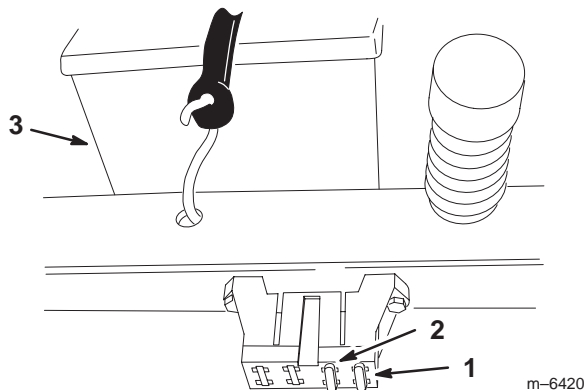

Bild 49
1. Heben Sie den Sitz an, um die Sicherungshalter zugänglich zu machen (Bild 49).
2. Ziehen Sie die Sicherung zum Wechseln heraus (Bild 49).